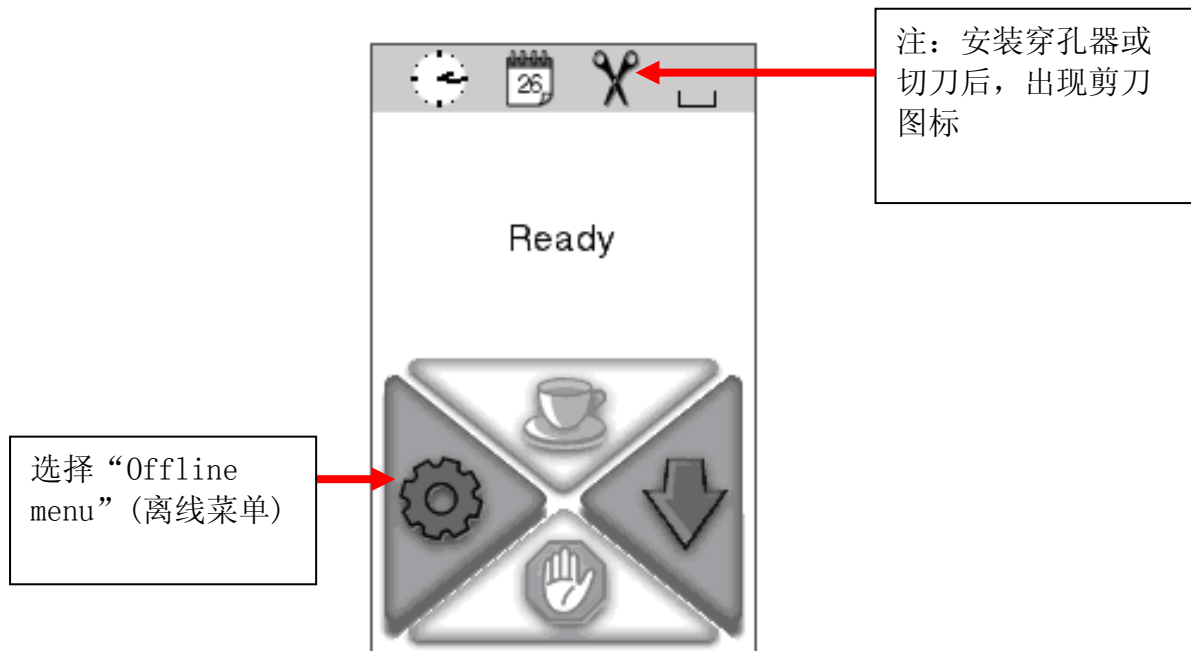

图 1：“Ready”（就绪）屏幕
3. 打开电源并等候，直到触摸屏显示器上显示“Ready”（就绪）屏幕，如图 1 所示。
12. 选择“back” (返回) 图标 ，可直接返回“Ready” (就绪) 屏幕，如图 1 所示。
13. 出现图 1 所示的“Ready” (就绪) 屏幕显示时，说明打印机设置就绪，可以进行穿孔。如果需要根据管子尺寸和类型调节穿孔质量，请返回图 6 所示的菜单。